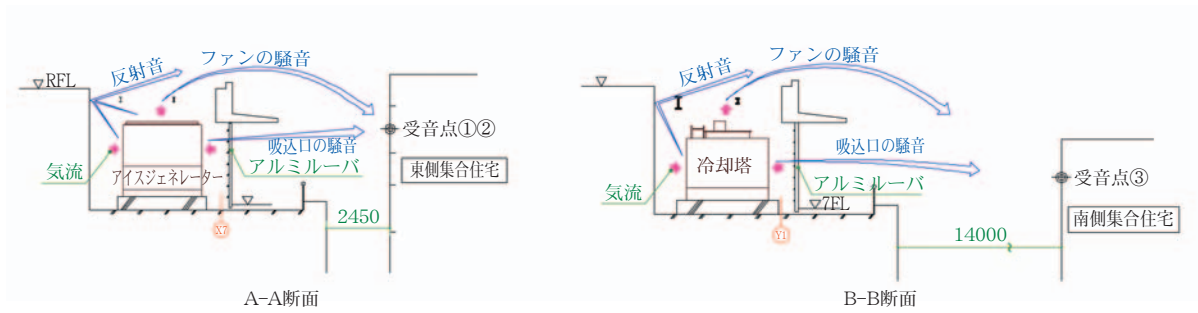

図2 対策前の断面
この地域の騒音規制値は、夜間50dB(A)以下であり、夜間運転するアイスジェネレータの騒音が最も問題となっている。対策前の騒音は、アイスジェネレータのみ運転時(夜間想定)で東側集合住宅(受音点①)が71dB(A)、南側集合住宅(受音点③)が54dB(A)であった。騒音の伝搬経路は、図2のようになる。